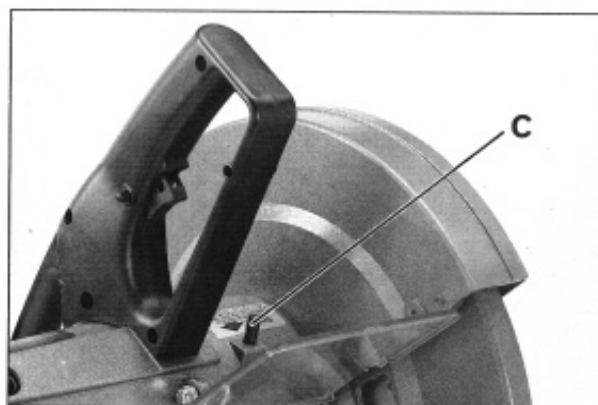
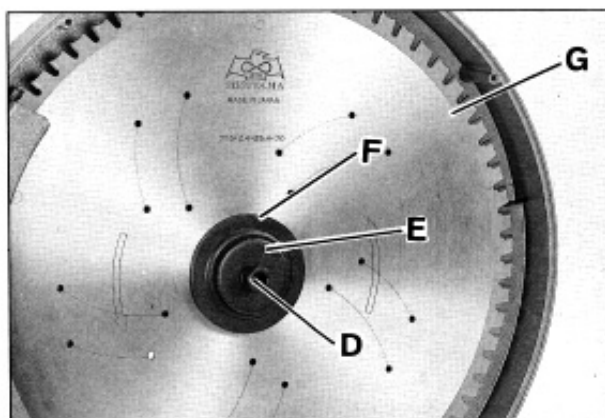

Abb.17
Abb.18
3. Enfoncer le blocage d'arbre (C), Fig.17, et faire tourner en même temps la lame (G) à la main , Fig.18, jusqu'à enclenchement du blocage d'arbre.
4. Avec la clé à douille hexagonale de 8 mm fournie, desserrer la vis d'arbre (D), Fig.18, en tournant à gauche, puis enlever la vis d'arbre (D), la rondelle (E), le flasque de lame extérieur (F) et la lame (G).
6. Installer une nouvelle lame (G), Fig.18, et s'assurer que les dents de la lame sont orientées vers le bas, puis commencer le remontage : flasque extérieur (F), rondelle (E) et vis d'arbre (D). Serrer la vis d'arbre (D) à droite.
**AVERTISSEMENT:** S'assurer que le blocage d'arbre (C), Fig.17, est dégagé et que la clé à douille hexagonale de 8 mm est enlevée avant de mettre la machine en marche.